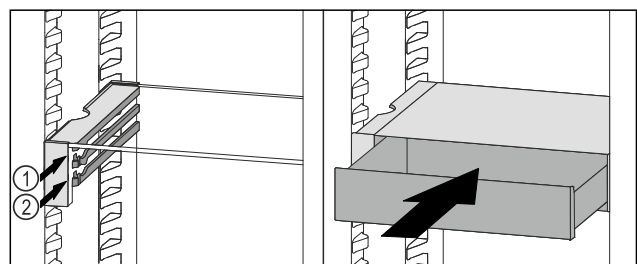

Fig. 83
- ▶ Установите выдвижной ящик VarioSafe за стопоры на требуемый выступ Fig. 83 (1) или Fig. 83 (2).